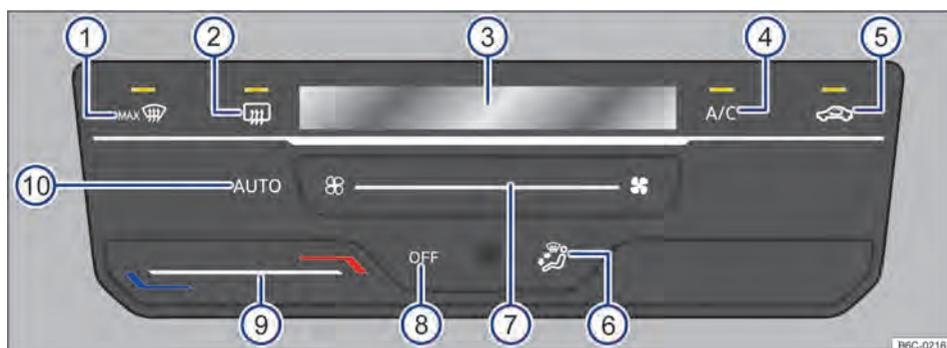

Fig. 83 Comandos do Climatronic.
- *Climatronic*: tocar na superfície de função OFF → Fig. 83 (8)
Ao tocar na superfície de função (AUTO) → Fig. 83 (10) é possível ligar o modo automático do Climatronic.
manualmente → Fig. 83 (7) ou com a alteração da distribuição de ar através da superfície de função → Fig. 83 (6).
- *Climatronic*: tocar na superfície de função (A/C) → Fig. 83 (4) para ligar e desligar o funcionamento da refrigeração.
- *Climatronic*: deslizar o dedo sob a superfície de função → Fig. 83 (9).
No display do Climatronic → Fig. 83 ③ é indicada a temperatura ajustada.
- *Climatronic*: deslizar o dedo sob a superfície de função → Fig. 83 ⑦.
- *Climatronic*: tocar na superfície de função  → Fig. 83 ⑤.
- *Climatronic*: tocar na superfície de função → Fig. 83 ⑥ para posição desejada, a distribuição selecionada será indicada no display ③.
- *Climatronic*: tocar na superfície de função  → Fig. 83 ①.
- *Climatronic*: tocar na superfície de função  → Fig. 83 ②.